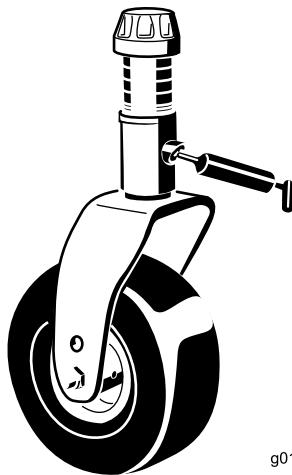

Figura 45
- Casquillo del eje de la horquilla de la rueda giratoria (1) (Figura 45)
- Casquillo del pivote del brazo tensor (1) – situado en el brazo tensor